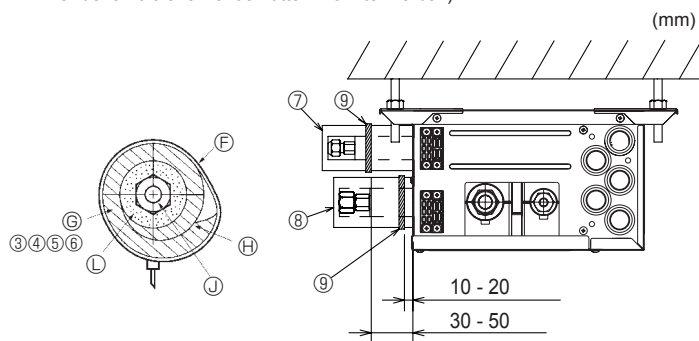
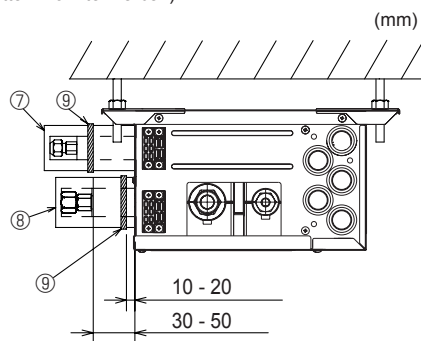

Fig. 7-3
Fig. 7-4
- (1) Nehmen Sie die Konusmutter und -Kappen vom Verteilerkasten ab.
- (2) Weiten Sie die Enden der Flüssigkeits- und Gasleitungen auf, und tragen Sie Kühlmittelöl (zusätzlich zu erwerben) auf den geweiteten Sitz auf. Tragen Sie kein Öl an den Gewindeabschnitt auf.
- (3) Schließen Sie das Kühlmittelrohr unverzüglich an. Ziehen Sie die Konusmutter immer mit dem in der folgenden Tabelle angegebenen Drehmoment an, indem Sie einen Drehmomentschlüssel und einen Doppelschraubenschlüssel verwenden.
- (4) Drücken Sie die Rohrabdeckungen ③ und ⑤ an den Flüssigkeitsrohren gegen das Gerät und umwickeln Sie sie, um sie zu befestigen. (Fig. 7-3)
- (5) Drücken Sie die Rohrabdeckungen ④ und ⑥ an den Gasrohren gegen das Gerät und umwickeln Sie sie, um sie zu befestigen. (Fig. 7-3)
- (6) Schrauben Sie die mitgelieferten Schlauchschellen ⑨ in einem Abstand von etwa 10- 20 mm von den Enden der Rohrabdeckungen fest(③④⑤⑥).
- (7) Wenn das Innengerät nicht angeschlossen wird, bringen Sie die mitgelieferten Rohrabdeckungen (mit Kappen, ⑦ und ⑧) an den Kühlmittelanschlüssen des Verteilerkastens an, um zu vermeiden, dass Kondensat von den Rohren tropft. (Fig. 7-4)
- (8) Schrauben Sie die Rohrabdeckungen (⑦⑧) mit den mitgelieferten Schlauchschellen⑨ fest.
- ⓕ Schlauchschelle ⑨
- ⓖ Rohrabdeckungen ③④⑤⑥
► Gehen Sie wie folgt vor für die Teile des Verteilerkastens die nicht an einem Innengerät angeschlossen sind. (Fig. 7-4)
- (1) Zur Verhinderung von Kältemittelaustritt sorgen Sie bitte dafür, daß die Konusmutter gemäß den in Tabelle 3 angegebenen Drehmomenten* angezogen sind.
- (2) Zur Verhinderung von Kondenswasserbildung müssen die Rohrabdeckungen ⑦ installiert und mit den mitgelieferten Bändern ⑨ befestigt werden.